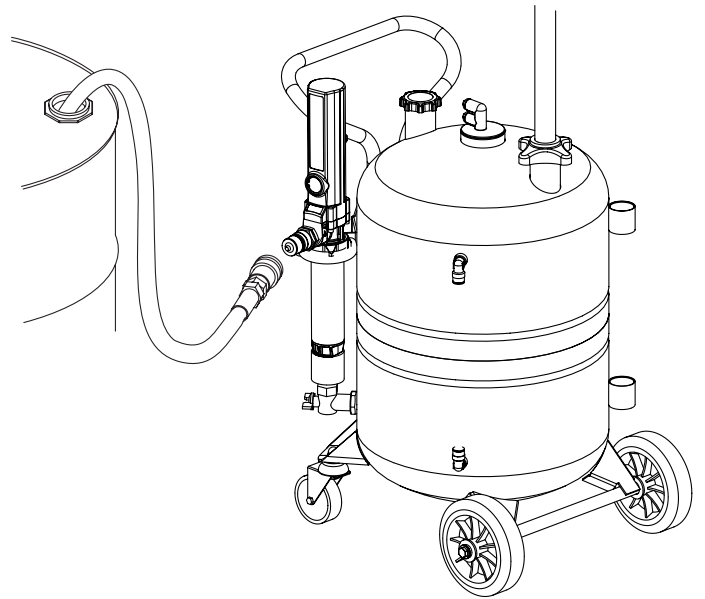

Fig. 4
1. Connect the hydraulic coupler of the discharge hose to the outlet connector of the pump (fig. 4). To start the pump, connect the compressed air to the pump air inlet by means of a quick coupler. Let the pump operate until the tank is empty.
1. Conecte el enchufe hidráulico de la manguera de descarga al conector de salida de la bomba (fig. 4). Para arrancar la bomba, conecte el aire comprimido por medio de un enchufe rápido. Deje la bomba funcionando hasta evacuar todo el aceite usado del depósito (fig. 5).
1. Brancher le raccord hydraulique du flexible de vidange au raccord de sortie de la pompe (fig. 4). Pour faire fonctionner la pompe, brancher l'air comprimé à l'aide du raccord rapide. Laisser fonctionner la pompe jusqu'à ce que le réservoir d'huile usée soit totalement vide.